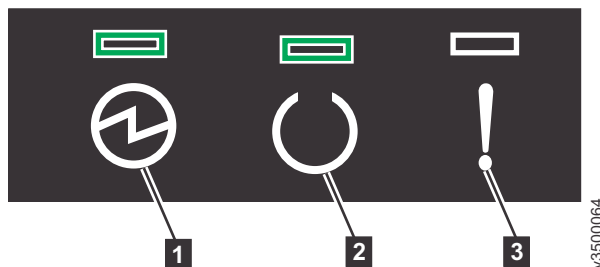

図 134. 拡張キャニスターの LED
2. 拡張エンクロージャーの背面から各拡張キャニスター上の LED を確認します (図 134 を参照)。